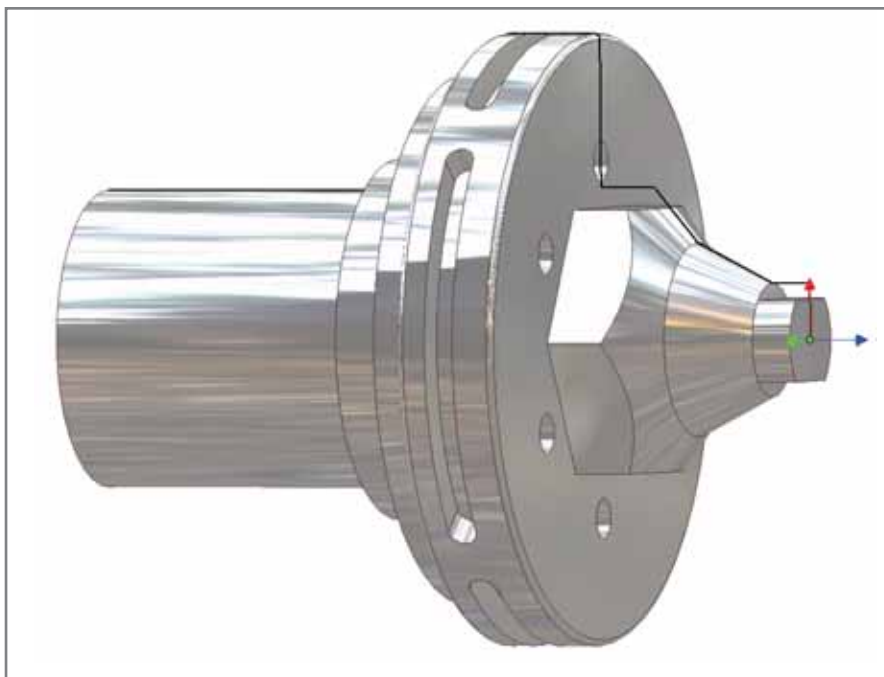

Рис. 17
- *Модель Детали (для токарной и токарно-фрезерной обработки) - это трехмерная модель, которую необходимо получить после проекта обработки, включающая автоматически созданный эскиз оболочки или осевого сечения детали (рис. 17).*